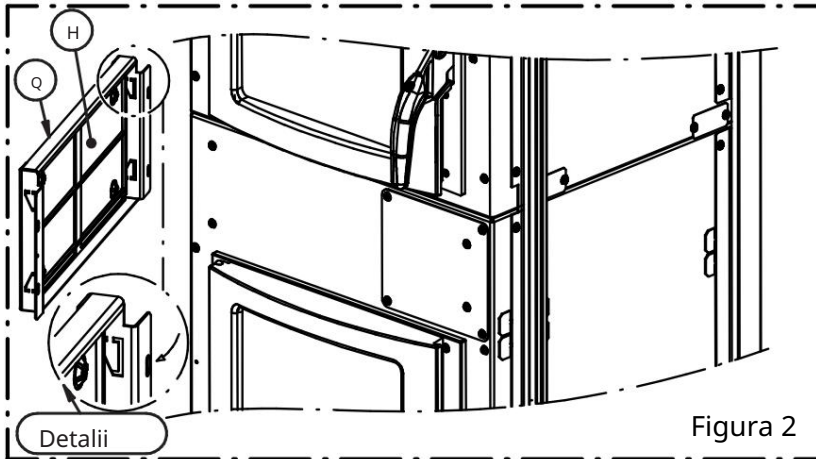

Figura 2
- Fixați ceramica H pe suportul Q deformând cele 4 urechi așa cum este indicat în detaliul S și înșurubați-l înapoi cu șuruburile îndepărtate anterior (figura 2).